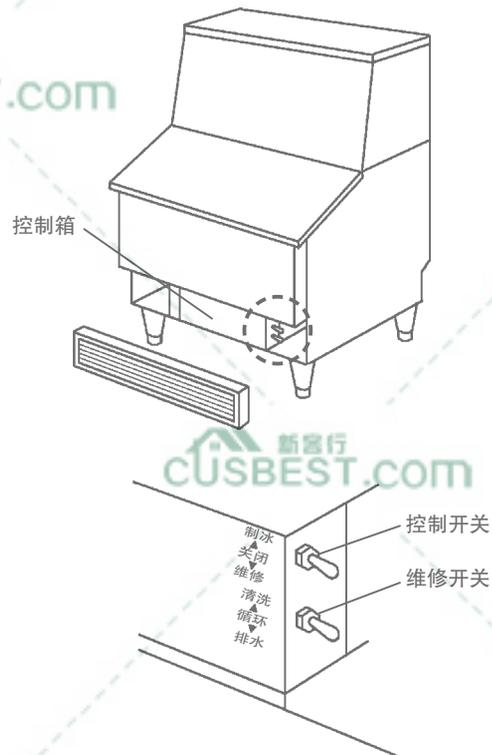

图 5
- 2) 将控制箱上的控制开关转到“OFF”（关闭）位置。见图 5。